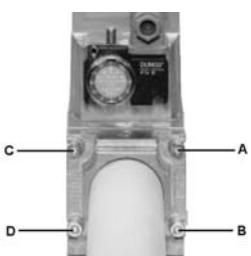

Рис. 9
1. Расслабить винты А и В, но **не снимать** их (Рис. 9 и Рис. 10)
2. Отвинтить винты С и D (Рис. 9 и Рис. 10)